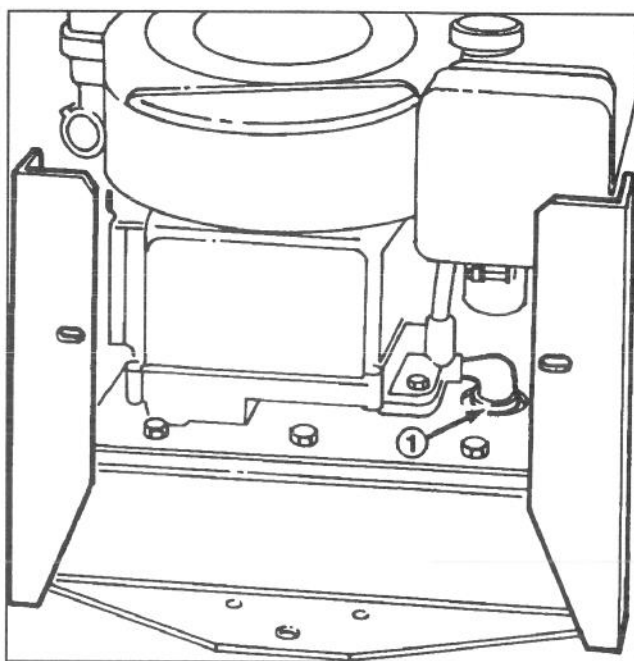

Figure 15
- B. Couper le moteur et placer un récipient sous le bouchon de vidange (Fig. 15). Déposer le bouchon de vidange et laisser l'huile s'écouler dans le récipient. Reposer le bouchon de vidange lorsque toute l'huile s'est écoulée.